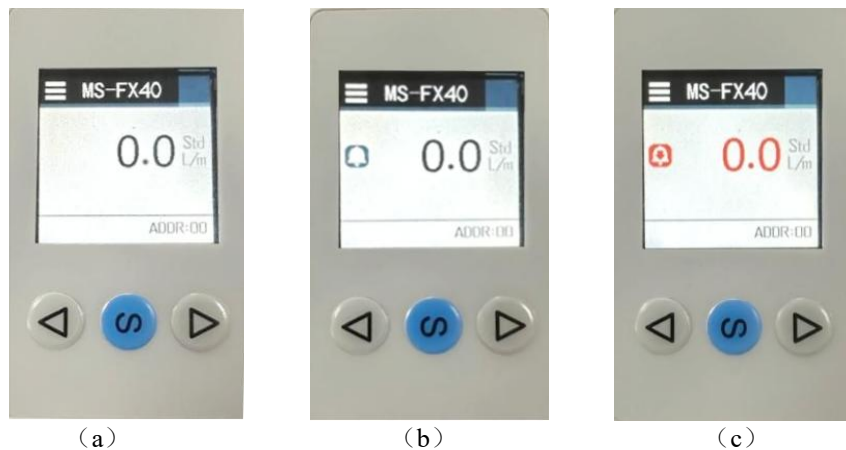

图8.报警功能说明图
上电后传感器进入主界面，如图8(a)所示，然后可以根据以下表格进行设置。
- 注：1. 当报警开关开启时，主界面会出现一个报警铃铛，如图8(b)所示。
3. 当流量超过设置的流量上限或者下限值时，主界面会出现一个箭头向上或者向下的铃铛，同时字体颜色也变为红色，如图8(c)所示。